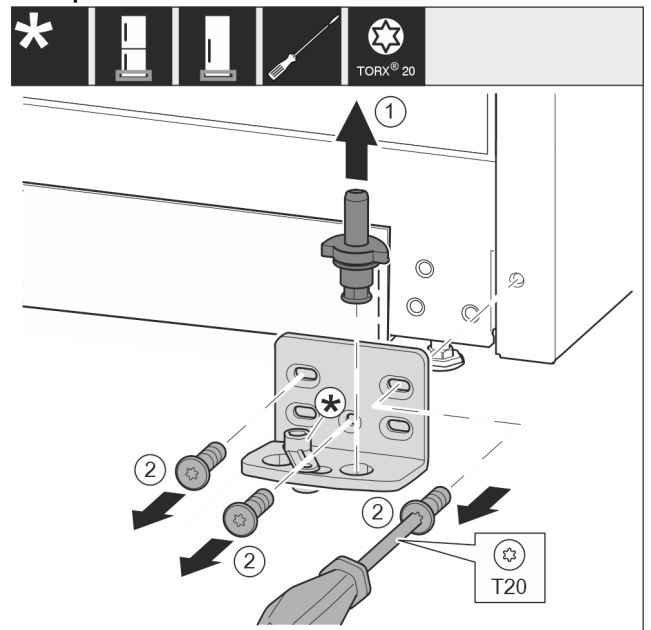

Fig. 15
- ▶ Visiškai ištraukite atraminius varžtus į viršų. Fig. 15 (1)
- ▶ Išsukite varžtus atsuktuvu T20 ir nuimkite atraminę gembę. Fig. 15 (2)